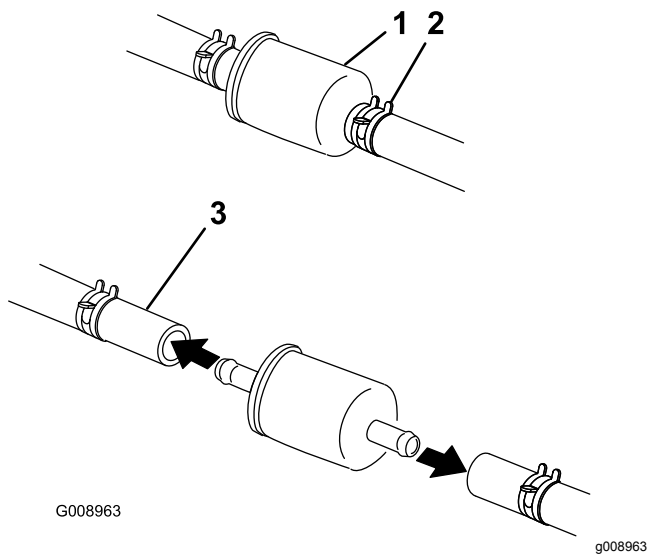

Bild 42
4. Drücken Sie die Enden der Schlauchklemmen zusammen und schieben Sie sie vom Filter weg (Bild 42).